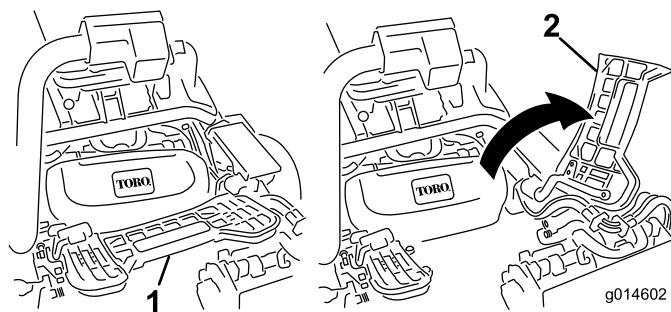

Figura 35
2. Eleve o apoio de pé e incline-o para aberto, permitindo o acesso à posição da unidade de corte central (Figura 35).